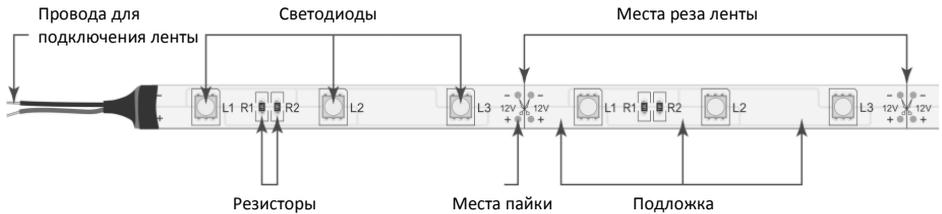

Рисунок 1 – Внешний вид светодиодной ленты Geniled (на примере 60SMD5050).
- 5.1. Определите необходимую длину ленты. Ленту рекомендуется разрезать¹⁽²⁾ ножницами между контактными площадками для пайки. Места для резки промаркированы (см. Рисунок 1). Не допускается резка ленты в других местах.